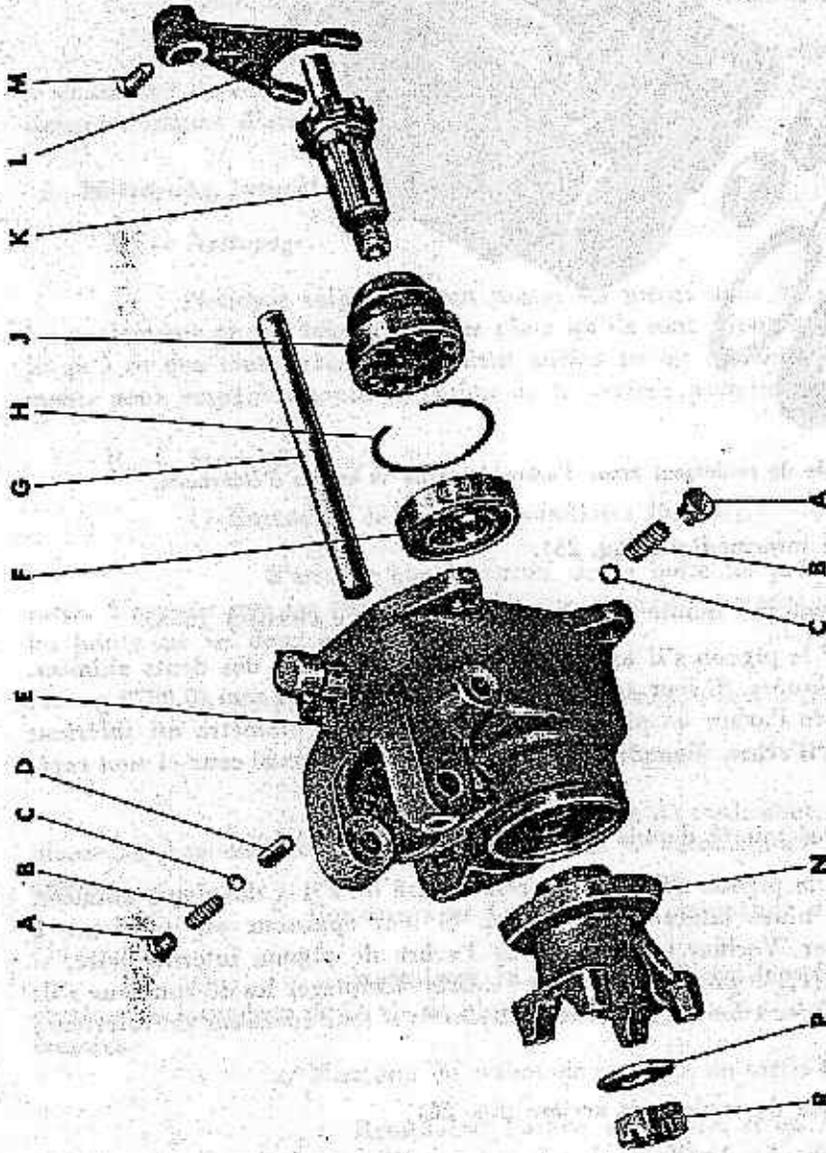

FIGURE 21. — Couvertre de roulement avant d'arbre de sortie. Vue éclatée.
F. — *Démontage de l'ensemble du couvercle de roulement avant d'arbre de sortie (fig. 21).*
2) Ensemble du couvercle de roulement avant d'arbre de sortie (fig. 21).
b. Coulisseau et fourchette de commande d'enclenchement des roues avant (fig. 21).
c. Manchon de crabotage et arbre de sortie (fig. 21).
d. Roulement d'arbre de sortie (fig. 21).
A. — Assemblage du couvercle avant d'arbre de sortie. (fig. 21).
D. — *Mise en place du couvercle de roulement avant d'arbre de sortie sur la boîte auxiliaire (fig. 21 et 22).*
Mettre un joint neuf en place sur la boîte auxiliaire. Mettre le doigt de verrouillage en place (fig. 21) dans le couvercle de roulement. Glisser le couvercle de roulement avant d'arbre de sortie, sur le coulisseau de commande de démultiplication en évitant d'abîmer la bague d'étanchéité du couvercle de roulement de l'arbre de sortie. Poser les cinq boulons qui maintiennent le couvercle de roulement avant sur la boîte auxiliaire. Placer la bille, le ressort et la vis bouchon du bonhomme des deux côtés du couvercle de roulement avant (fig. 21).